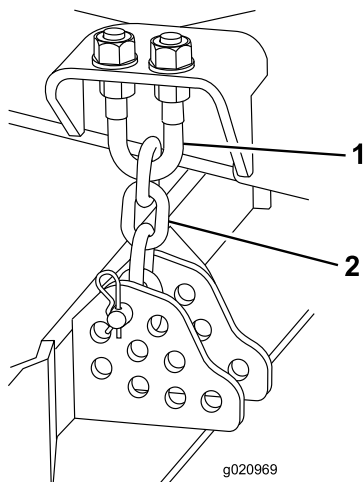

Bild 123
1. Lockern Sie die Klemmmuttern an der Ober- oder Unterseite des U-Bügels an der Schnitthöhenkette (Bild 123).